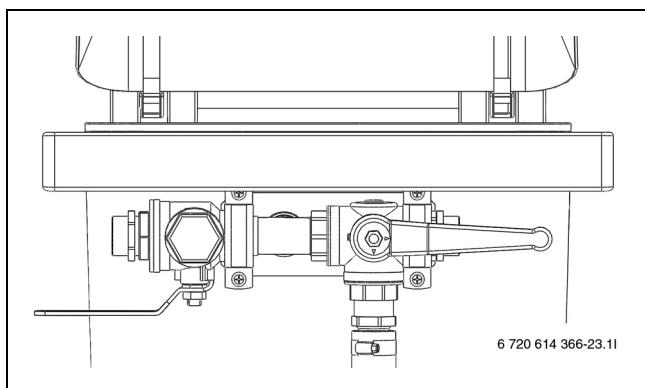

Bild 26 Befüllstation in Befüllposition
- Ventile der Befüllstation auf die Befüllposition stellen und Kreis mit Sole befüllen (→ Bild 26).